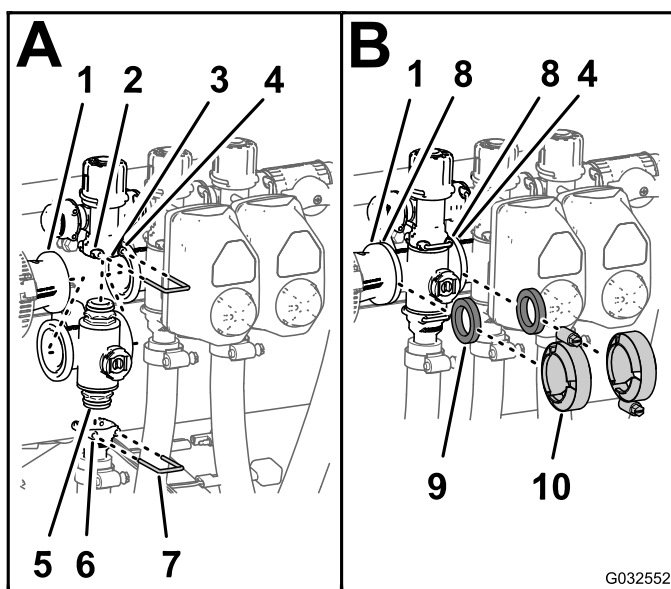

図 107
4. エンドキャップフィッティングを出口フィッティングに取り付ける (出口フィッティングのソケットにリテーナを差し込んで固定する 図 107; A)。
6. 縮径カップリング、ガスケット、個別ブームバルブマニホルドを組み立ててクランプを手締めする 図 107; B。
7. 左側のつの個別ブームバルブを取り付ける場合には、両隣のつの個別ブームバルブのフランジとの間にガスケットを入れる 図 107; B。
8. 各個別ブームバルブ、その両隣の2つの個別ブームバルブのマニホルド、ガスケットを組み立ててクランプを手締めする 図 107; B。